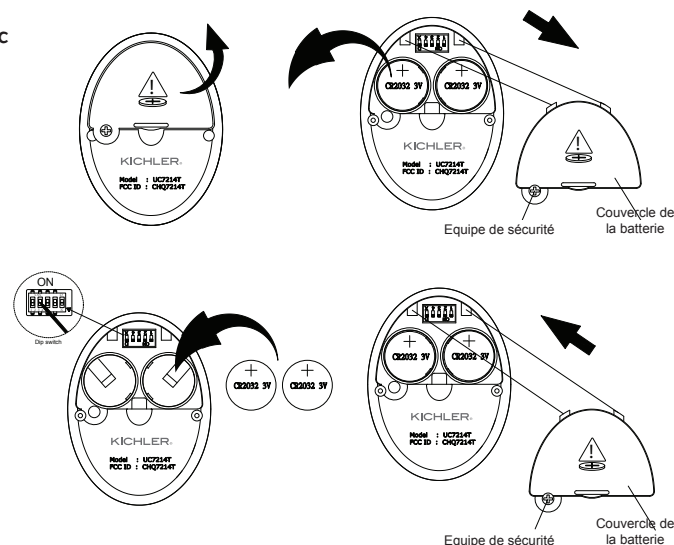

Fig. 22
Étape 1. Pour retirer ou remplacer les piles, desserrez la vis de sécurité et retirez le couvercle du compartiment à piles à l'arrière de l'émetteur pour accéder au compartiment à piles. (Fig. 22)
REMARQUE : si vous remplacez les piles, veuillez à installer les nouvelles piles CR2032 3 V avec le côté + vers le haut. (Fig. 22)
Réinstallez le couvercle de la batterie à l'arrière de l'émetteur et serrez la vis de sécurité. (Fig. 22)